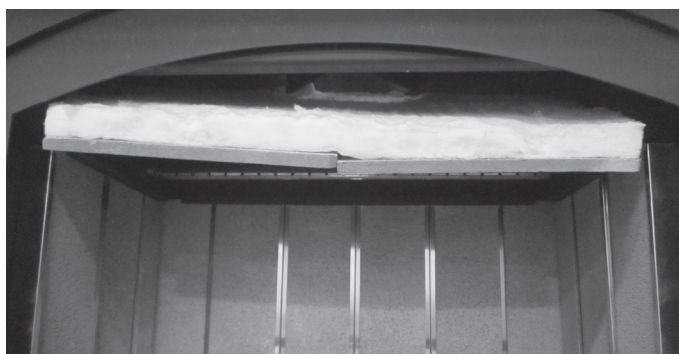

Figure 4.7
5. Tirez le panneau du déflecteur en deux (2) pièces et l'isolation vers le bas et hors du foyer. Voir la figure 4.7.